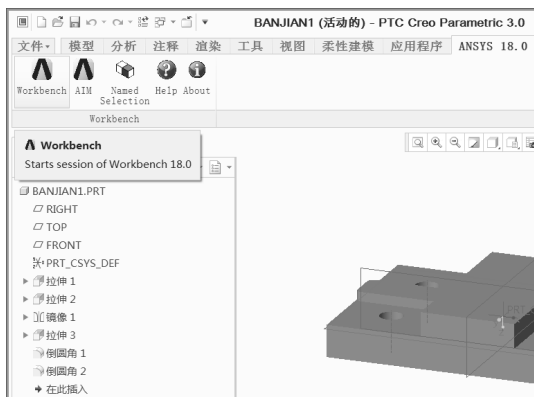

图 2-81 几何数据显示
Step3：如图 2-81 所示，选择工具栏中的 ANSYS 18.0 Workbench，此时开始加载 ANSYS Workbench 软件。